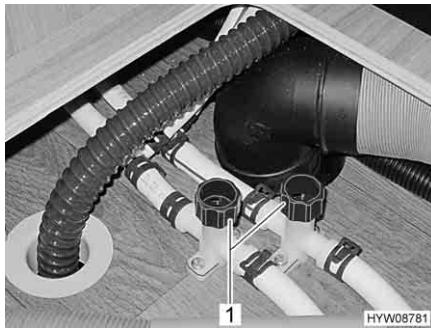

Fig. 131 Rubinetti di scarico per scaldaacqua
- Chiudere tutti i rubinetti di scarico. A tal fine ruotare i coperchi (Fig. 131,1) in senso orario.
- Aprire tutti i rubinetti di scarico. A tal fine ruotare i coperchi (Fig. 131,1) in senso antiorario.